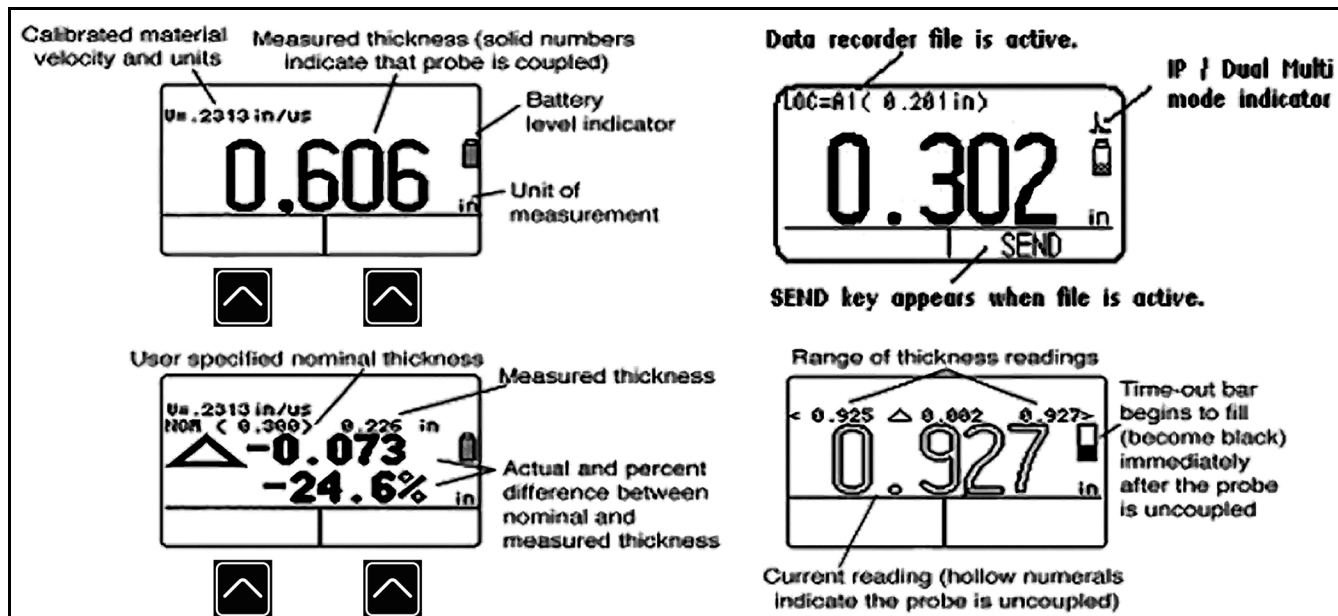

Abbildung 3: Messen
- **Messen** - Zeigt Wanddickenmesswerte, Statussymbole, den Speicherort und Dateinamen des Datenrecorders (bei installierter und aktivierter Option Datenrecorder) an. In Abbildung werden 4 typische Anzeigen dargestellt. *Abbildung 3 auf Seite 10* zeigt vier repräsentative Bildschirme an. Die Messwertanzeige wird beeinflusst durch die installierten Optionen und den ausgewählten Einstell Datensatz. Zusätzliche Messwertanzeigen sind verfügbar, wenn die Optionen Dual-Multi oder Datenrecorder installiert sind.